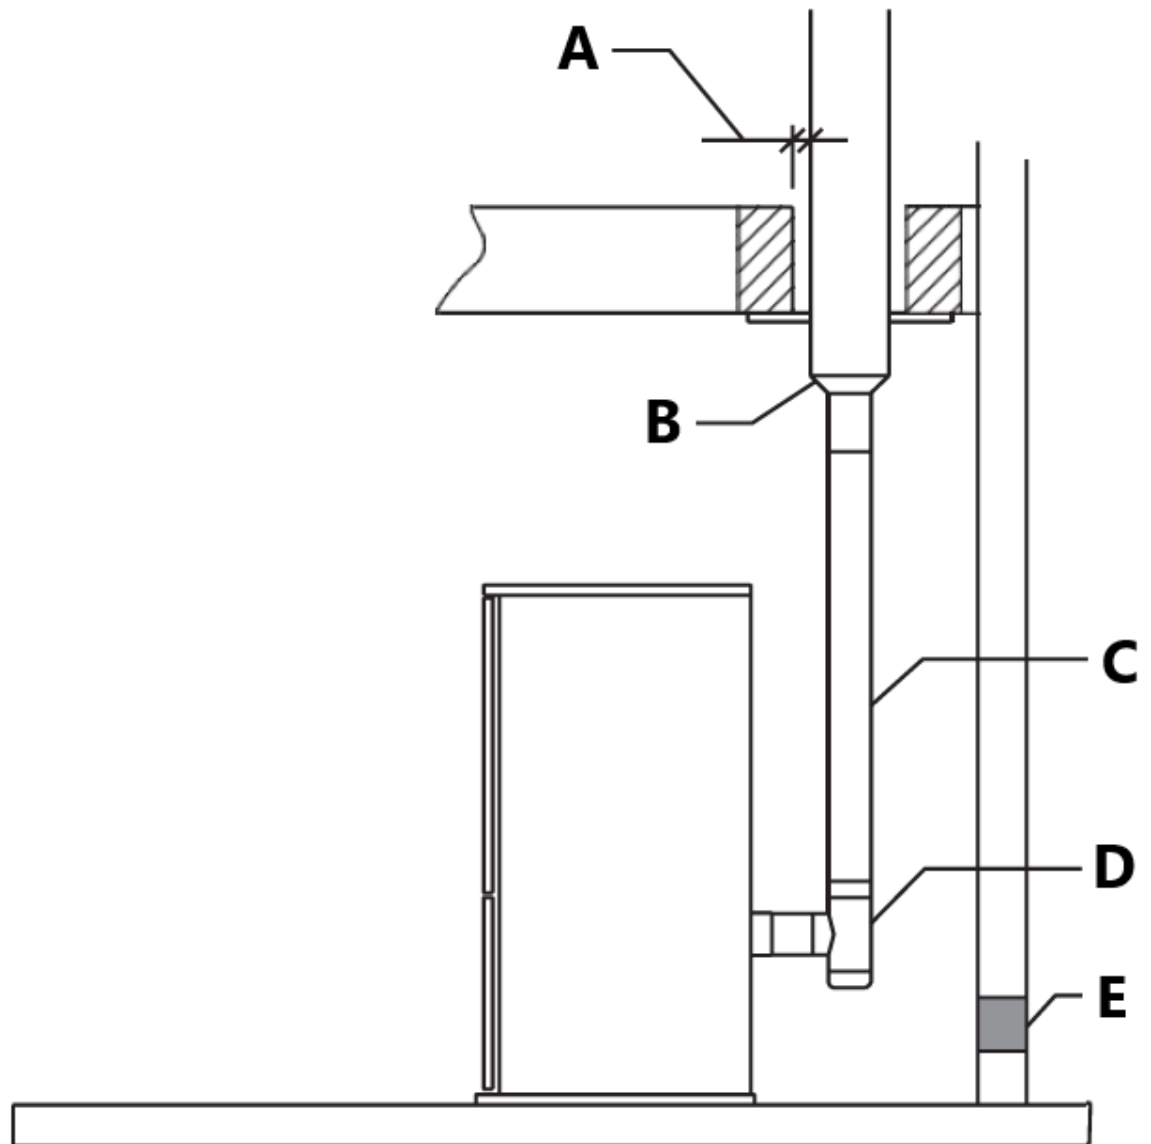

fig. 14
- Ved udluftning til en klasse A stålkorsten (fig. 14) skal du bruge en passende PL Vent-adapter.